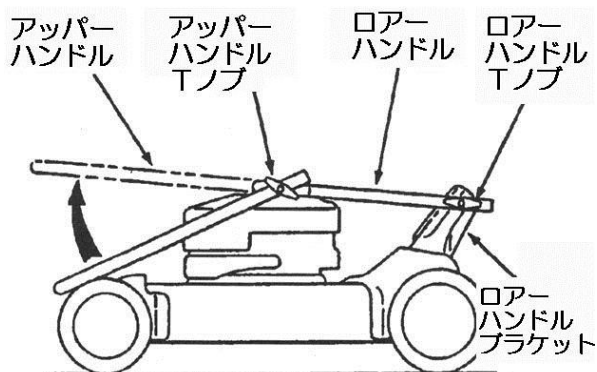

図 3-2
1. ハンドルの間にあるダンボールを外して、アッパーハンドルを起こして、アッパーハンドルの凹面をロアハンドルに合わせ、左右のノブをしっかりと締め付けます。(図 3-2)